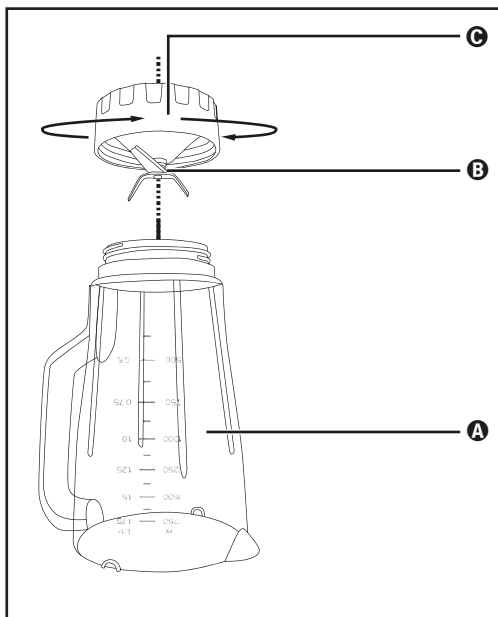

Fig. 3
- 2) Așezați aparatul cu capul în jos și rotiți componenta inferioară de plastic ③ a recipientului de amestecare ③ în sens antiorar, astfel încât să se poată desprinde de piesa superioară de plastic ① a recipientului de amestecare ③ (a se vedea fig. 3).